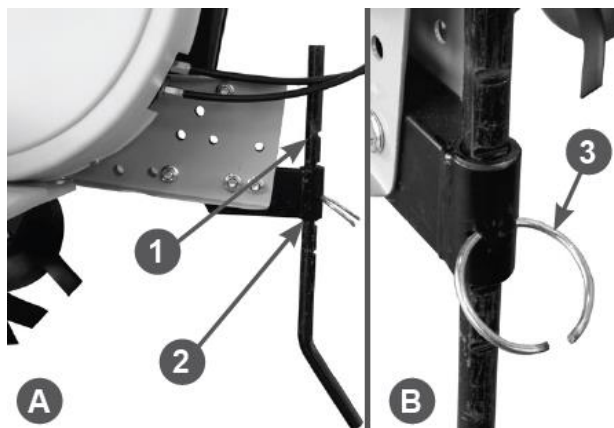

Рис. 4 Установка сошника
3. Установите сошник поз.1 в кронштейн поз.2 сошника (Рис. 4А). Совместите паз в сошнике и отверстие в кронштейне сошника и вставьте в отверстие стопорное кольцо поз.3. (Рис. 4В).